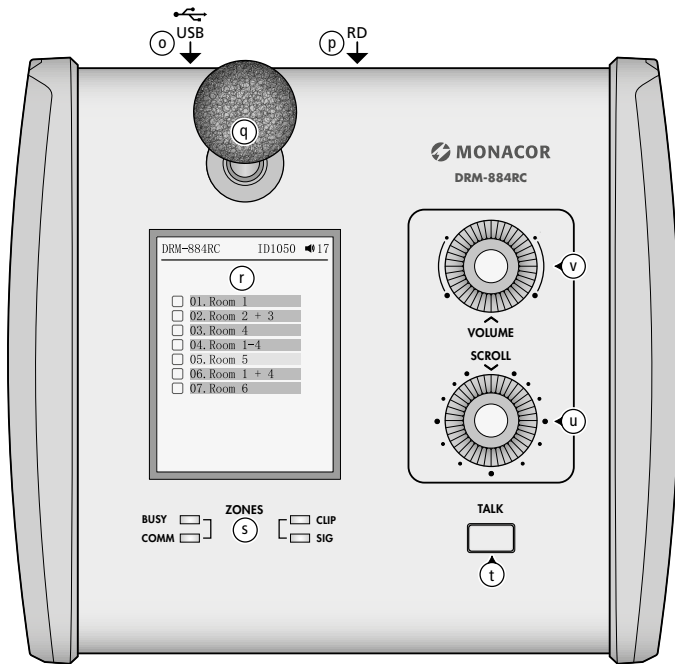

Abb. 32 DRM-884RC
- 1) Das Mikrofon DRM-884RC (Abb. 32) vom Hauptgerät DRM-884 trennen.